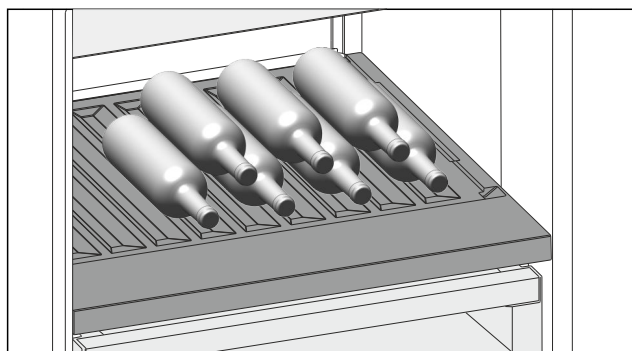

Fig. 115
- Inserire le bottiglie con il fondo rivolto verso la parte posteriore. (vedere Fig. 115)